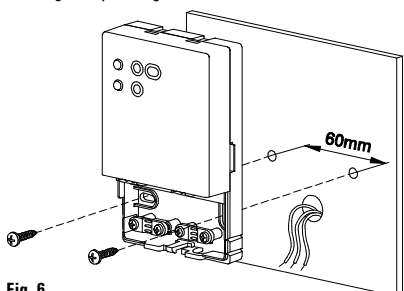

Fig. 6
- 5 Monter pladen på væggen ved hjælp af de to skruehuse med en afstand af 60 mm fra centrum til centrum (anvend de medfølgende skruer og/eller dyvlere) - Fig. 6.